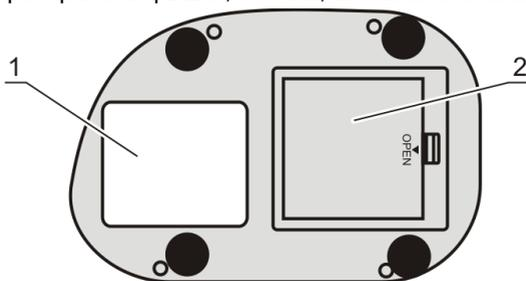

Рисунок 1. Вид снизу
- Установка батареек в **DEN-1B**. Оттяните фиксатор на крышке держателя батареек (рис. 1/2), разместите батарейки по схеме в держателе. Закройте держатель.
4.4. **Заводская калибровка.** Прибор откалиброван изготовителем для работы со стеклянными пробирками с внешним диаметром 16 мм (см. наклейку на основании прибора, рис. 1/1) при температурах от +15 °С до +25 °С и сохраняет данные калибровки при выключении.
- 6.1. Прибор откалиброван изготовителем для работы со стеклянными пробирками с внешним диаметром 16 мм (см. наклейку на основании прибора, рис. 1/1) при температурах от +15 °С до +25 °С и сохраняет данные калибровки при выключении. Для использования другого типа пробирок необходимо провести отдельную калибровку, как указано ниже.